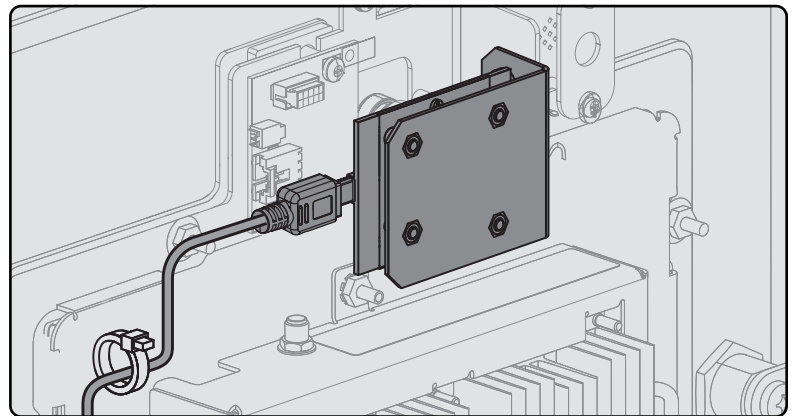

Figura 2. Pasar el cable USB
7. Pase el cable USB y sujételo con las bandas de sujeción que se incluyen. (Figura 2)